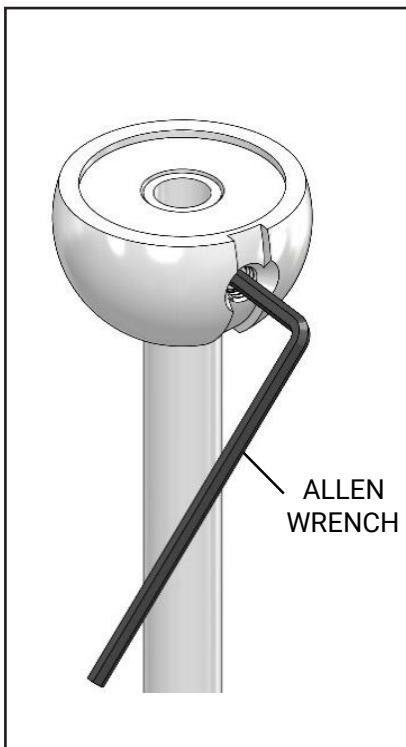

Figura 3
4. Introduzca y ajuste el segundo **tornillo de sujeción** en el orificio roscado con la **llave Allen** proporcionada (Figura 3).